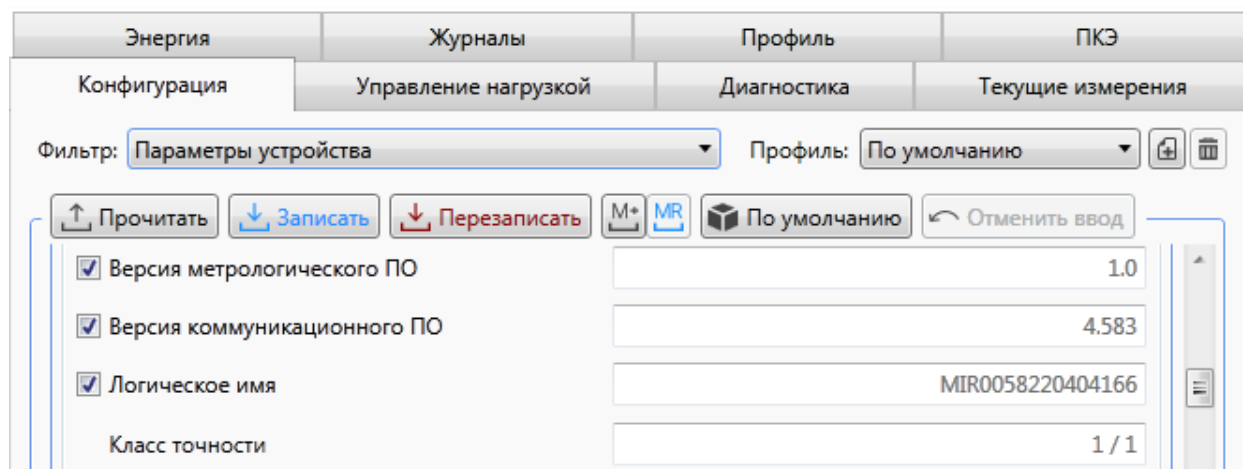

Рисунок 9.57 – Просмотр версии программного обеспечения счетчика
9.6.9.1 Для просмотра информации о версии встроенного ПО счетчика необходимо перейти на вкладку *Конфигурация* области параметров программы КОНФИГУРАТОР, и далее в выпадающем списке *Фильтр* выбрать пункт *Параметры устройства* и нажать кнопку *Прочитать* (рисунок 9.57).